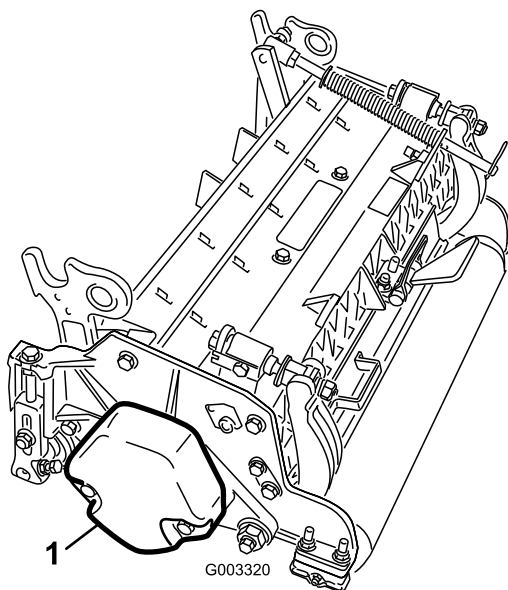

Figura 6
1. En las unidades de corte n° 2 y n° 4, retire los 2 tornillos de caperuza que fijan el contrapeso al extremo izquierdo de la unidad de corte. Retire el contrapeso (Figura 6).